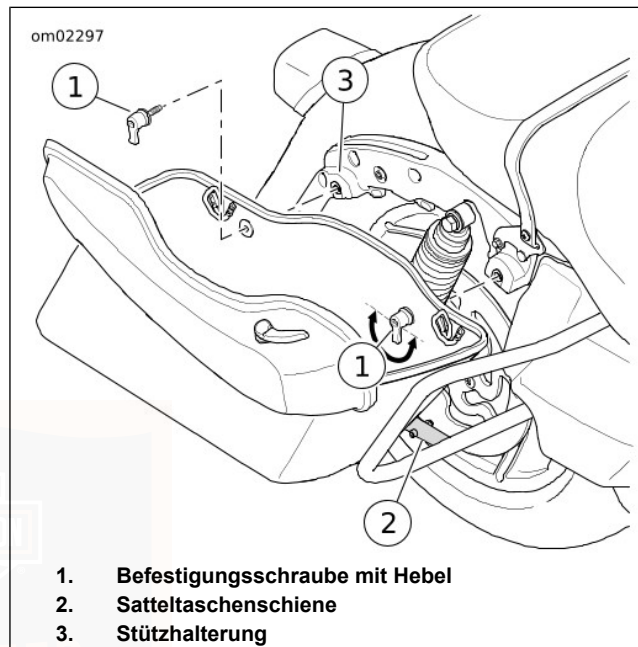

Abbildung 28. Ausbau/Einbau der Satteltasche
2. Siehe Abbildung 28. Die Hebel der Befestigungsschrauben gegen den Uhrzeigersinn drehen, um die Befestigungsschrauben von der Stützhalterung zu entfernen.
3. Siehe Abbildung 28. Die Befestigungsschrauben durch die Tülle in der Stützhalterung montieren. Den Hebel im Uhrzeigersinn drehen und die Befestigungsschrauben so anziehen, dass die Hebel wie dargestellt nach unten zwischen der 3-Uhr- und 9-Uhr-Stellung zeigen.